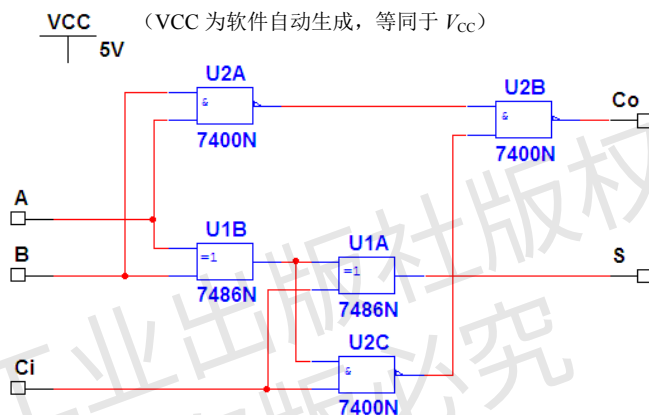

图 3.19 全加器电路图
(1) 首先在电路工作区连接好一个电路, 如图 3.19 所示的是一个全加器 (Full Adder) 电路。